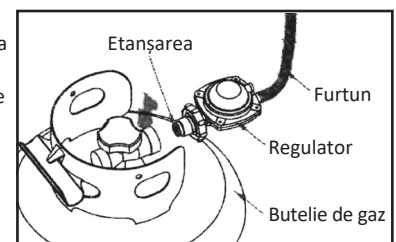

Fig. 1
- Verificați dacă garnitura de etanșare a regulatorului este montată corect și dacă este capabilă să-și îndeplinească funcția. (Fig. 1)